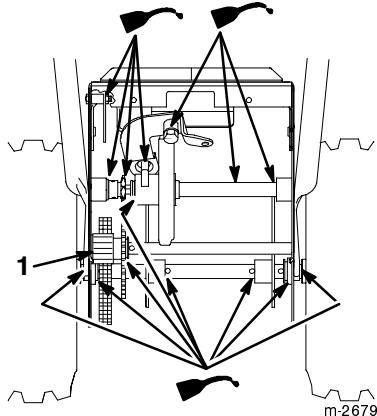

Figure 29
- Lubrifiez légèrement la déneigeuse avec de l'huile légère comme illustré aux Figures 29 et 30.
- Graissez légèrement l'engrenage de l'essieu (Fig. 29).